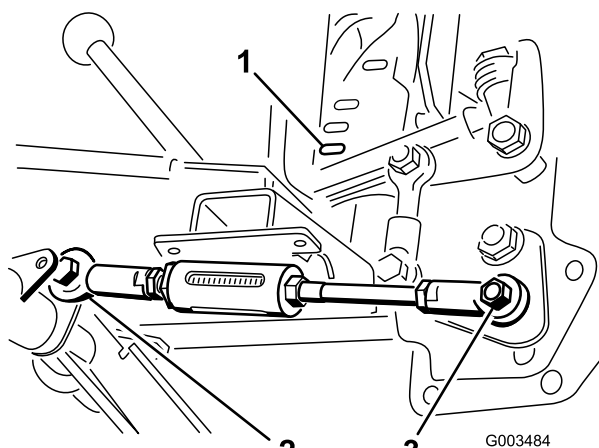

図 8
6. 昇降ハンドルを操作して、ボール・ジョイントの穴とピボット・チューブの調整用ロッド・レバーの右側の穴とを整列させ、ロッドをレバーに固定する（図 8；ボルト（1/2 x 1-1/2 インチ）とロックナット（1/2 インチ）を使用する）。